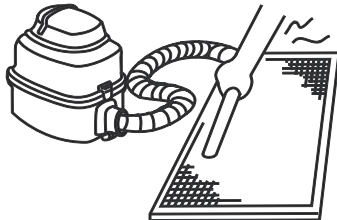

Рис. 15.3
- a) Во время чистки пылесосом приточная сторона фильтра должна быть направлена вверх (см. рис. 15.3).